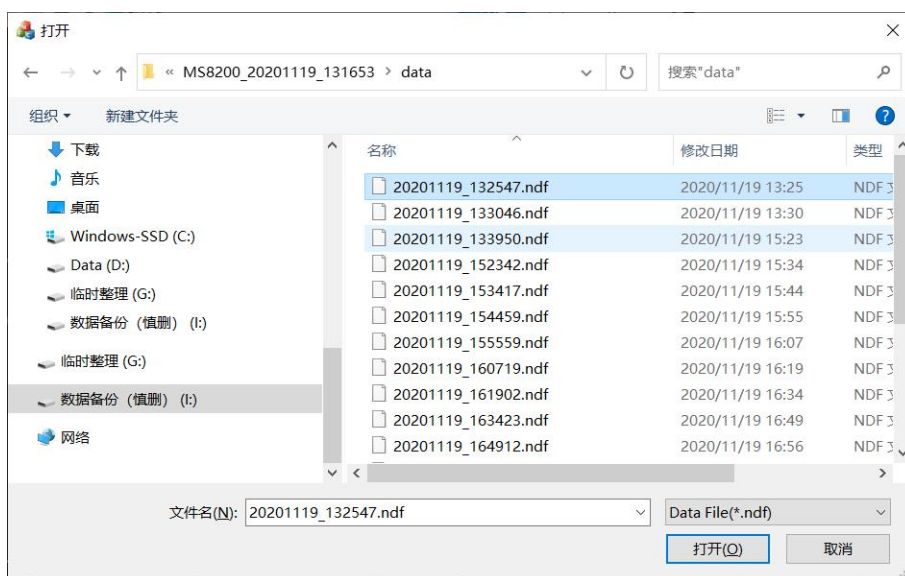

图 12.26 选择回放文件
(1) 点击『连接网络』按钮右侧出现 **已连接** 时，表示网络连接成功，可以进行下一步操作；点击复位，右侧显示 **断开**，则无法进行数据回放；
(2) 点击右侧 **...** 按钮，选择需要回放的数据文件，文件后缀为.ndf，如图 12.26 所示：